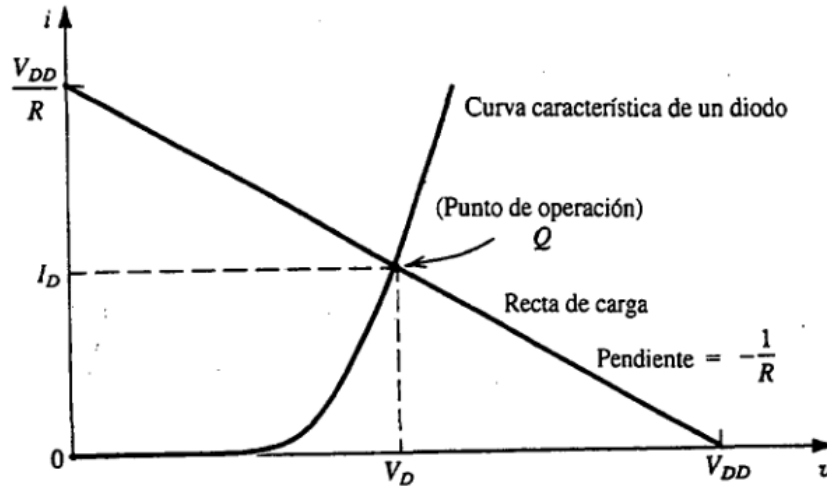

Figura 3: Curva característica del diodo en polarización directa, recta de carga y punto de polarización para el cálculo de resistencia dinámica
- Fijando el valor máximo de corriente (como un punto en el eje y) y voltaje máximo en el diodo (como un punto en el eje x) y trazando una recta entre estos puntos, estime la resistencia dinámica del diodo (R_d) y la tensión umbral (V_t) de polarización directa para ese punto, tal y como se describe en la Figura 3. Ejecute esto para las dos curvas obtenidas..